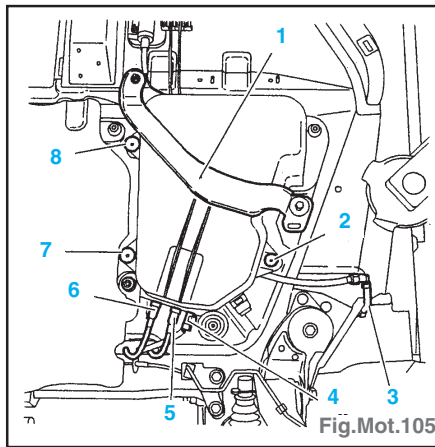

Fig.Mot.105
- Désaccoupler les tubes (3),(5) et (6) (Fig.Mot.105), et les obturer à l'aide des outils [1].